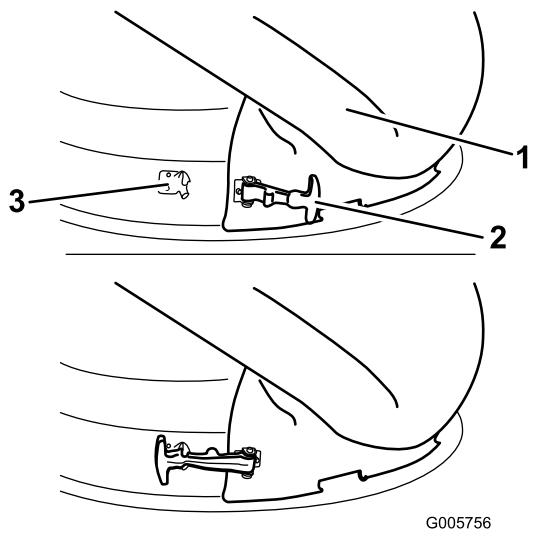

Bild 22
- Befestigen Sie den Auswurfkanal am 50 Zoll Mähwerk. Haken Sie den flexiblen Verschluss am Auswurfkanal an der Befestigungsklemme ein, der hinter der Öffnung am Mähwerk angeschweißt ist (Bild 22).